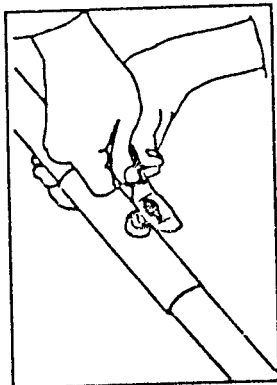

Figure 17
- 9) HÄNGE DIE HINTERE TURMVERSANNUNG IN DEN DAZU VORGESEHENEN BOLZEN AM KIEL (SCHLÜSSELLOCHBESCHLAG) EIN UND VERGIB DIE SICHERUNG NICHT (FIGURE 17).